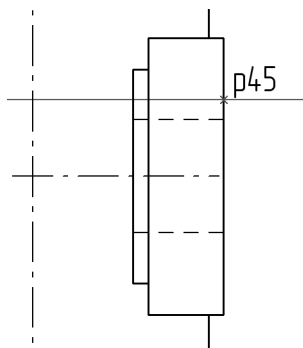

Рис. 51.94.
На виде слева полученная точка р45 (рис. 51.94) будет являться точкой привязки библиотечного элемента.
5. Зафиксируйте библиотечный элемент в точке р45. Используйте привязку **Пересечение** (рис. 51.94).